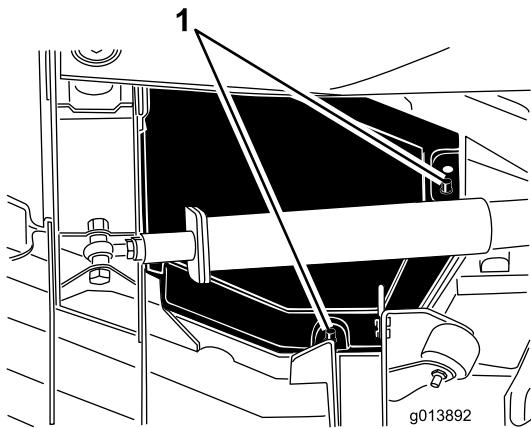

Figure 45
4. Soulevez les bords arrière et intérieur du carter pour le dégager des supports de montage (Figure 45).